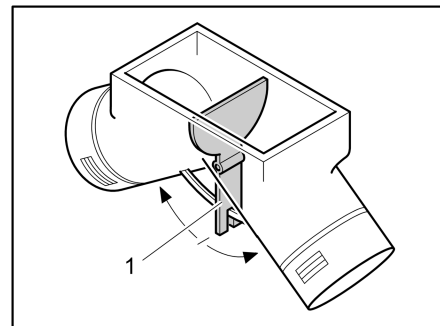

Fig. 115 Ventilateur à air pulsé, vanne de réglage en position intermédiaire
En position intermédiaire, l'air chaud se répartit uniformément sur les deux sorties à air chaud. Le levier de commande (Fig. 115,1) pour la vanne de réglage est installé sous le portillon de la penderie.
- Pousser le levier de commande (Fig. 115,1) dans le sens de la flèche jusqu'à obtention de la position désirée.